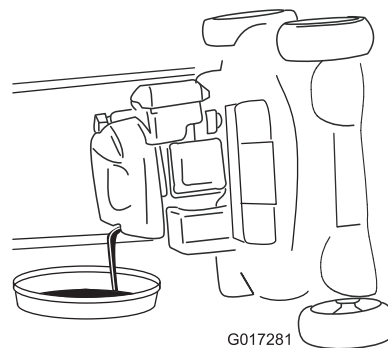

Figura 33
6. Retire la varilla y drene el aceite usado en un recipiente (Figura 33).